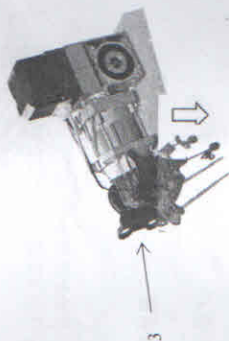

图 4
- 通过将紧急释放红色拉绳按图 4 中箭头方向拉动来移动链轮 (3)，从而激活紧急释放功能。